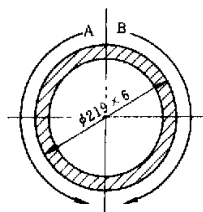

图 3 对称焊法示意图
(1) 撤除外对口器前, 根部焊道必须焊完 50% 以上, 根部焊道每段长度近似相等, 且均匀分布。
(2) 根部焊道必须焊透, 不能形成焊瘤。
(3) 严格在管材坡口表面引弧。
(4) 在焊接时如发现药皮发红, 应立即更换。
(5) 每根焊条引弧后, 应一次焊完, 每层焊道应连续焊完, 中间不应中断, 要保证焊道层间温度, 每道焊口应连续焊完。
(6) 对称焊接如图 3 所示。由 A、B 两名焊工同时向下施焊, 第一层焊后, 必须严格清渣, 交替层接头不得重叠, 应各错开 20mm。